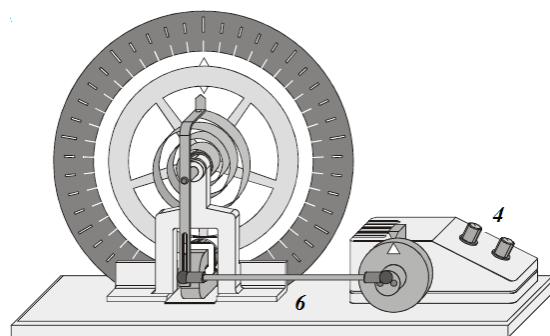

Рис. 2. Схематическое изображение маятника.
- ✓ торсионный маятник (1) с электромагнитом в виде катушки (5) и мотором, создающий вынуждающую осциллирующую силу;
- ✓ источник постоянного тока электромагнитной катушки торсионного маятника (2);
- ✓ источник постоянного тока мотора маятника (4);
Торсионный маятник может использоваться для изучения свободных, и вынужденных вращательных гармонических колебаний. Электромагнитная катушка с током (5) тормозит (демпфирует) эти колебания. Тормозное воздействие будет тем больше, чем больший ток течёт по катушке. Кроме того, торсионный маятник может возбуждаться осциллирующей силой посредством эксцентрической тяги (6), (см. также, рис. 2) управляемой мотором. Число оборотов эксцентрической тяги мотора может меняться двумя ручками: грубой и точной настройки (4).
4. Вращая ручку V на источнике тока (2), установите ток, подаваемый на электромагнит демпфирующей катушки, $0,4 \text{ A}$.
5. Установите ручку грубой настройки (4) (см. рис. 2), например, в положение 10.
6. Измерьте секундомером время t_N N штук полных оборотов эксцентрической тяги мотора (белый треугольник проходит указатель N раз, см. рис. 2). Количество оборотов подбирайте так, чтобы t_N было не менее 10 секунд. Занесите данные в таблицу.
8. Повторите пункты 6-7 не менее пятнадцати раз, изменяя число оборотов эксцентрической тяги мотора, т.е. вращая ручки грубой и тонкой настройки (4) на рис.2.